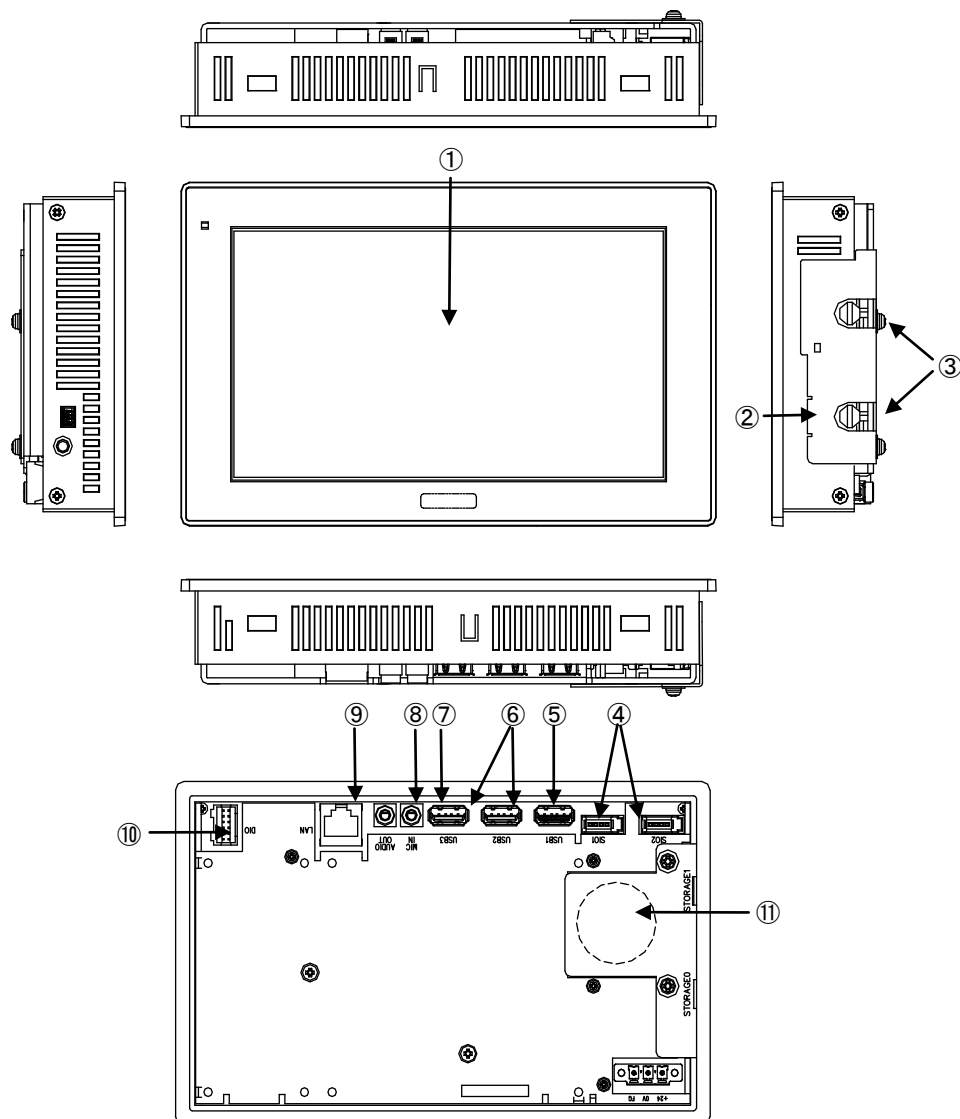

図 3-1-1. 外形図 (APS4-070BN)
APS シリーズの例として、APS4-070Bx の外形図を図 3-1-1 に示します。各部名称を表 3-1-1 に示します。
COM4	SI01 (図 3-1-1 ④) アプリケーションでシリアル通信に使用できます。
COM5	SI02 (図 3-1-1 ④) アプリケーションでシリアル通信に使用できます。
ローカルエリア接続	LAN1 (図 3-1-1 ⑨): 1000BASE Ethernet
汎用入出力	汎用の入出力です。 入力 6 点、出力 4 点を制御できます。 (図 3-1-1 ⑩)
バックアップバッテリーモニタ	BIOS 設定、RTC、外部 RTC に使用されるバックアップバッテリー (図 3-1-1 ⑪) の状態を取得することができます。